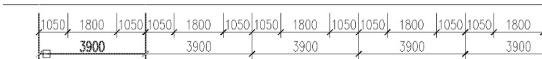

图 3.49 选择基准标注
(1) 执行菜单栏中的【标注】|【基线】命令，光标自动连接到刚刚所标注的尺寸线上，同样 AutoCAD 自动连接的标注不是所需要的标注，所以在指定第二条尺寸界线原点或[放弃(U)/选择(S)]<选择>：提示下，按 Enter 键执行尖括号内的【选择】命令。
(2) 在**选择基准标注:**提示下,选择图 3.49 所示的 3900 尺寸线的左侧。